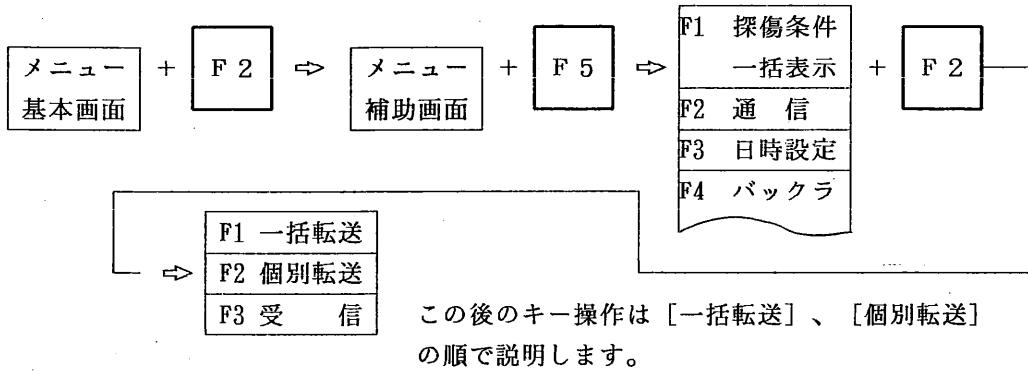

図 6.2.9 通信機能を呼び出すフロー
【探傷条件／探傷データを計算機に転送する場合の手順】（図 6.2.9参照）
- ① 選択キー [F 2] を1回押すと、メニューエリアにメニュー補助画面が表示されます。
- ② 選択キー [F 5] を1回押すと、メニューエリアに図 6.2.9に示す選択メニューが表示されます。
- ③ 選択キー [F 2] を1回押すと、メニューエリアに図 6.2.9に示す選択メニューが表示されます。